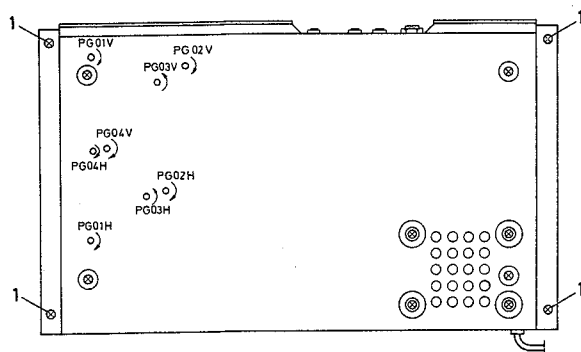

Fig.1
1. Borttag de fyra skruvarna (1) fig 1 på apparatens undersida.
Justeringen sker genom apparatens servicehål i bottenplåten fig. 1.